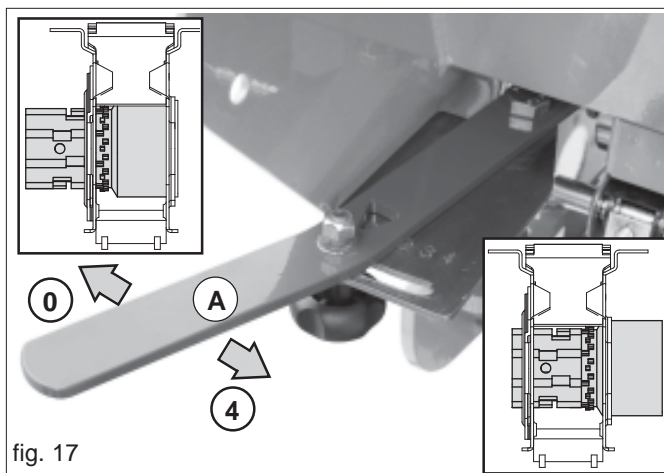

fig. 17
- 2) le levier (cf. Fig. 17) en position «A»;
La machine est équipée avec des rouleaux appropriés pour la distribution des graines de petites, moyennes et grandes dimensions. Avant de commencer à semer, mettre le levier d'ouverture des rouleaux doseurs dans la position la plus adaptée (Fig. 17) en fonction de la quantité de graines à distribuer, selon les indications figurant dans les TABLEAUX DE DISTRIBUTION (page 15). Utiliser le levier (A, Fig. 17) pour régler l'ouverture des rouleaux doseurs : le déplacer dans la fente entre les points 0 et 4.
- 6) Il est à présent possible de régler la quantité à distribuer de manière optimale en modifiant la position du levier (A, Fig. 17).
- Ouvrir complètement le levier (A) de la Figure 17 (pos. 4).